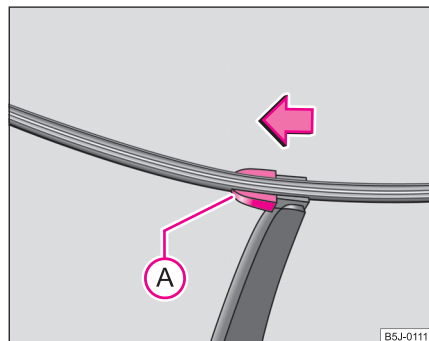

Fig. 47 Lamela ștergătorului lunetei
- Ridicați brațul ștergătorului de pe lunetă și poziționați lamela astfel încât să formeze un unghi drept cu brațul ștergătorului ⇒ fig. 47.